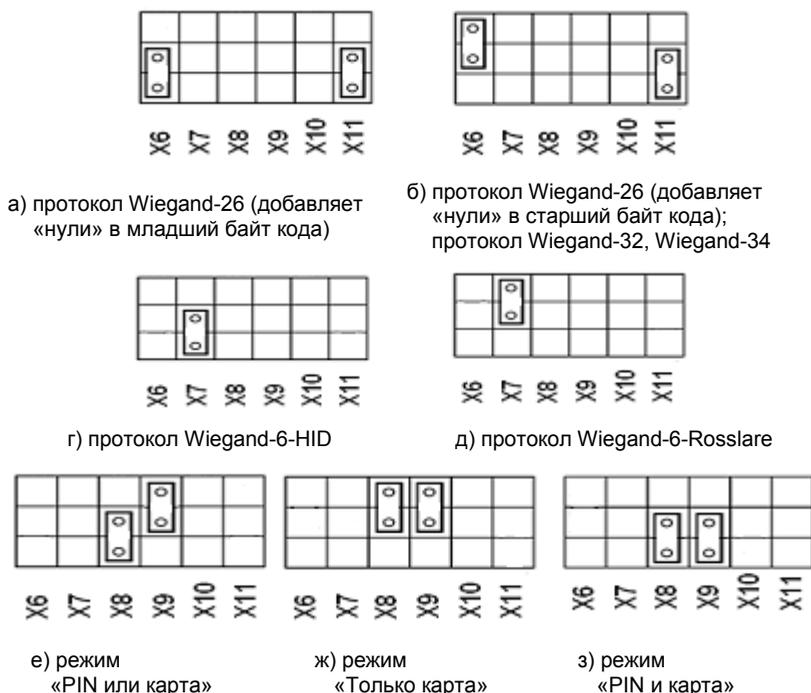

**Рисунок 6 – Расположение перемычек на плате адаптера**
- в) Установить джамперы (рисунок 6, рисунок 7) в нужное положение;
*По умолчанию адаптер поставляется с переключками, установленными для работы по интерфейсу WIEGAND в режиме «Только карта» (рисунок 6).*